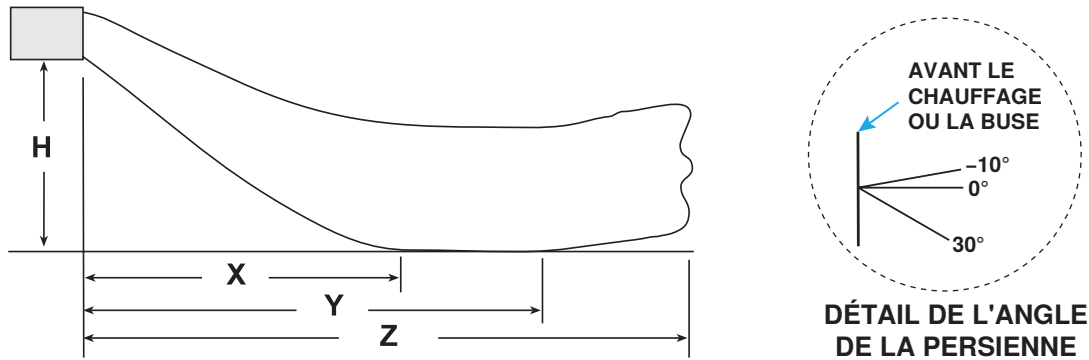

Figure 1. Projection de l'appareil de chauffage (reportez-vous au **Tableau 1**)
La **Figure 1** montre les modèles de projection et le **Tableau 1** répertorie les distances de projection pour les unités suspendus à différentes hauteurs de montage.
*Voir **Figure 1**.